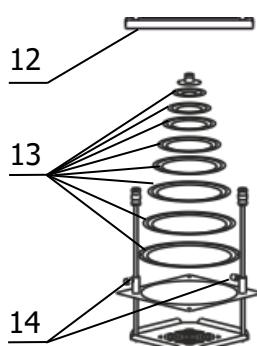

Рисунок 5 — Корзина
2.2.11 Поднять дно корзины в крайнее верхнее положение с помощью съемной ручки 12 (рисунок 5) и зафиксировать крепежными винтами 14. В зависимости от диаметра термостатируемого сосуда установить необходимое количество концентрических колец 13 и поместить суд в корзину. Положение колбы можно зафиксировать, надев на ее горловину кольцо подходящего диаметра.